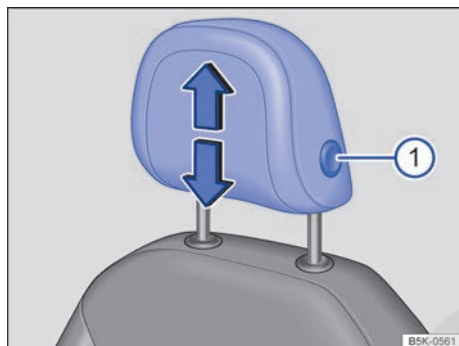

Fig. 48 Ajuste de los apoyacabezas delanteros.
- Desplace el apoyacabezas en el sentido de una de las flechas: o bien hacia arriba, o bien hacia abajo a la vez que presiona la tecla ⇒ fig. 48 ① ⇒ **▲**.